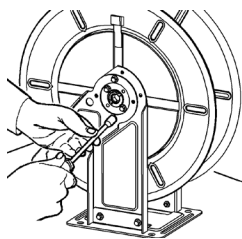

FIG 3
3. On spring side, loosen the two screws of the spring linkage shaft by a 10 mm wrench. Fig.3.
3. På fjädersidan lösgörs de två skruvarna som håller styrrullearmen. Använd en 10 mm fast nyckel. Fig.3.
- On spring side, loosen the two screws of the spring linkage shaft by 10 mm wrench. Fig.3.
- På fjädersidan lösgörs de två skruvarna som håller styrrullearmen. Använd en 10 mm fast nyckel. Fig.3.